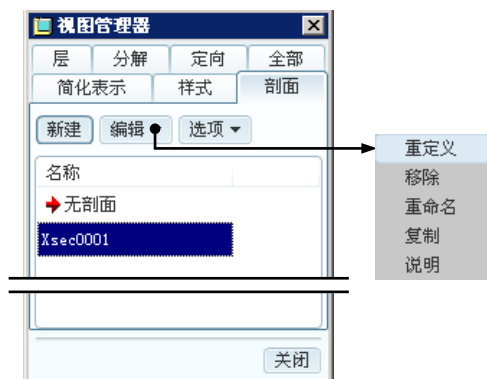

图 3.2.26 “剖面”选项卡
(1) 在图 3.2.26 所示的 **剖面** 选项卡中选取 **XSEC0001** 选项, 然后选择 **编辑** → **重定义** 命令。
(2) 在系统弹出的 **▼ XSEC MODIFY (剖面修改)** 菜单中选择 **Hatching (剖面线)** 命令。